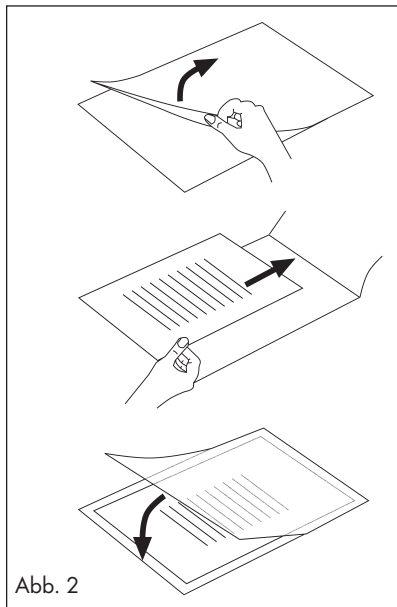

Abb. 2
- ▶  Beachten Sie, dass Sie lediglich eine Folie zum Laminieren verwenden. Klappen Sie diese vorher auf, wie beispielsweise in Abb. 2 dargestellt.